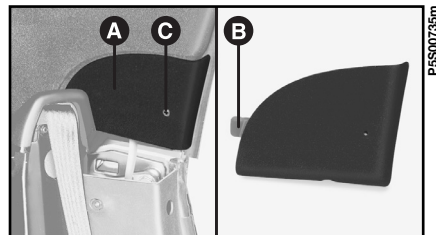

fig. 62
2) Smontare i pannelli interni laterali **A-fig. 62** dal rivestimento dell'hard top svitando le viti di fissaggio.
7) Montare i pannelli laterali **A-fig. 62** inserendo la linguetta **B** nella propria sede sul rivestimento dell'hard top e fissarli con la vite **C**.